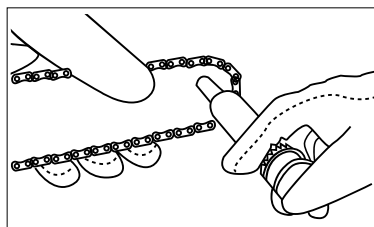

Рис. 19
3. Поместите иглообразную дюзу шприца в отверстие для смазки и вводите смазку до тех пор, пока она не появится на внешней кромке цепного зубчатого колеса шины (рис. 19).